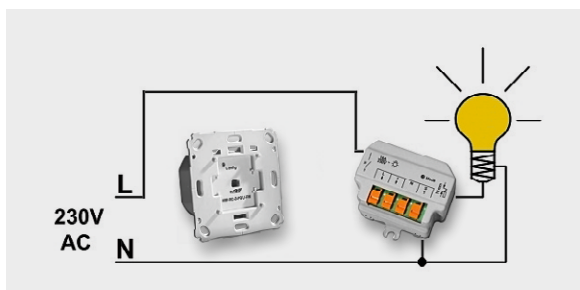

Bild 3: Ausschaltung mit Homematic Funk-Wandsender, 2fach, für Markenschalter, Batteriebetrieb und Homematic Funk-Schaltaktor, Unterputz
Der Schalter wird hier aus der bestehenden Elektroinstallation entfernt und durch den Homematic Funk-Wandsender, 2fach, für Markenschalter, Batteriebetrieb ersetzt. Die Phase „L“ muss bis zur Lampe durchverdrahtet werden. An der Lampe selbst besteht die Möglichkeit, einen Funk-Schaltaktor, Unterputz (3) zu montieren. Bild 3 zeigt diese Lösung.